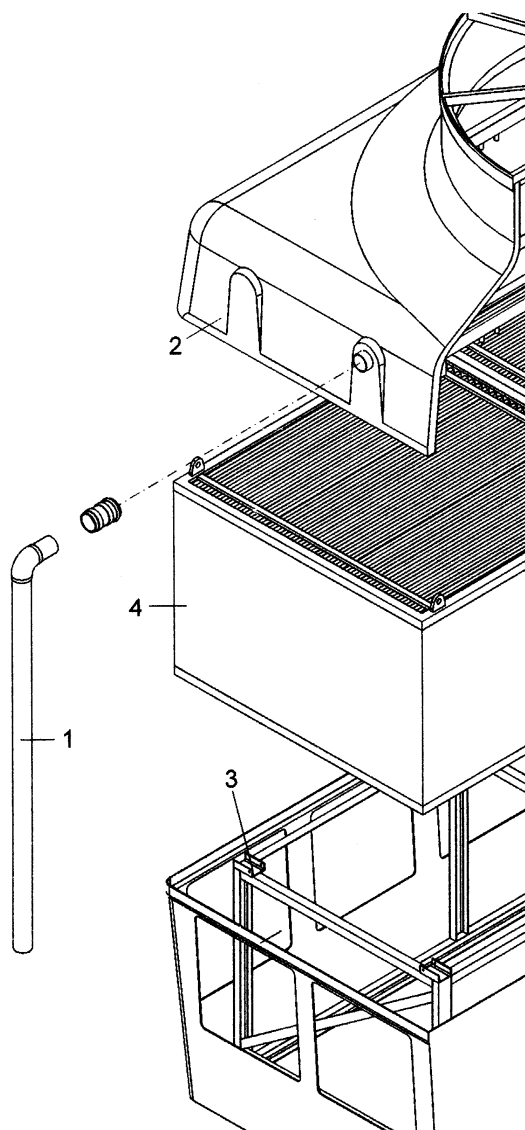

Fig. 21
4. Remove the 4 screws fastening the coil to its support (fig. 21).
4. Enlever les quatre vis de fixation de la batterie à son support (fig. 21).
4. Quitar los 4 tornillos de sujeción del serpentín a su soporte (fig. 21).